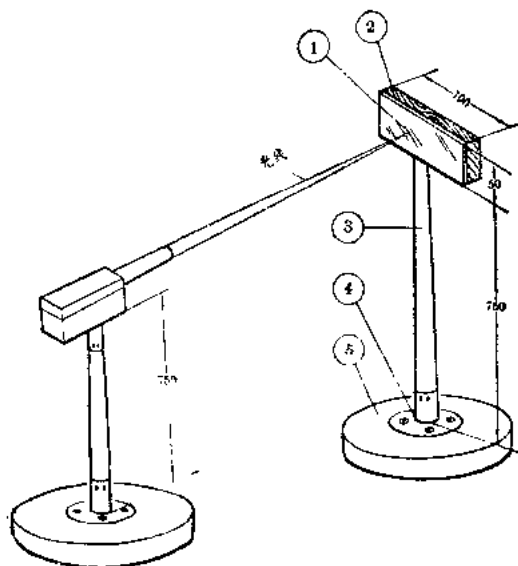

图 5-16
平面镜和支架的构造见图 5-16。①是一块长 100 毫米、高 50 毫米的普通玻璃镜子，它用胶水粘在木板②上，木板②钉在支柱③上，支柱的下端钉在由薄铁皮圈和圆铁片组成的支座④上，而支座④用四只木螺钉拧牢在底座圆木板⑤上，这些结构同投光器外壳支架是一样的，可以参照图 5-16，这样的反光镜支架一共制作三个。也可以不照图中的样子做。支柱可以用细竹子做，下面的圆底座也可以用泥做，尺寸也不一定那样大，因为泥比较重，只要装上镜子和支柱之后，不容易翻倒就行了。